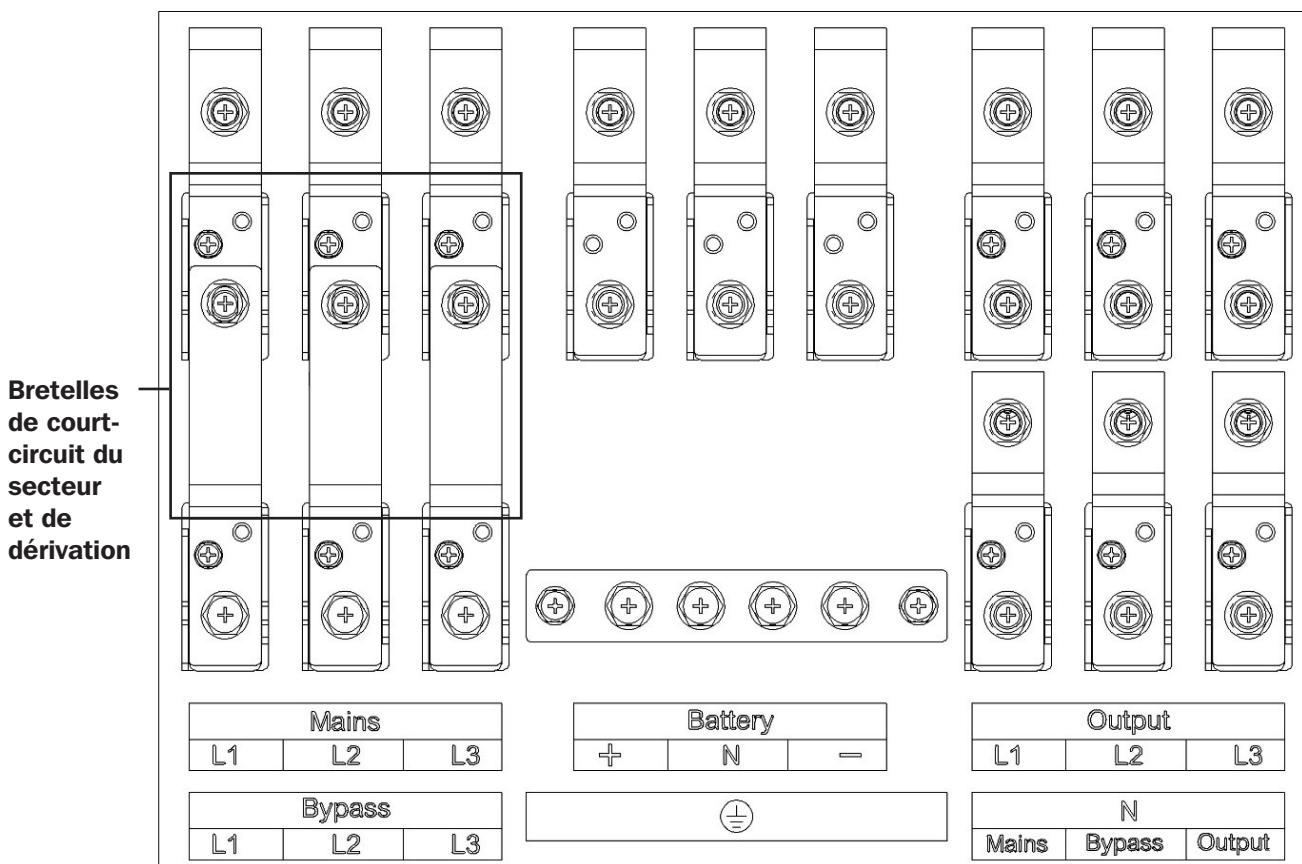

Figure 3-12 : connexion d'entrée simple, modèles S3M80K et S3M100K
**Remarque :** L'onduleur est configuré en mode d'entrée simple par défaut comme illustré à la Figure 3-12. Retirer les bretelles de court-circuit pour une utilisation en mode d'entrée double.